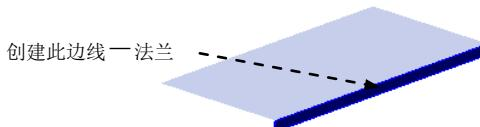

图 17.7.50 创建边线—法兰 1
Step2. 创建图 17.7.50 所示的钣金特征——边线—法兰 1。